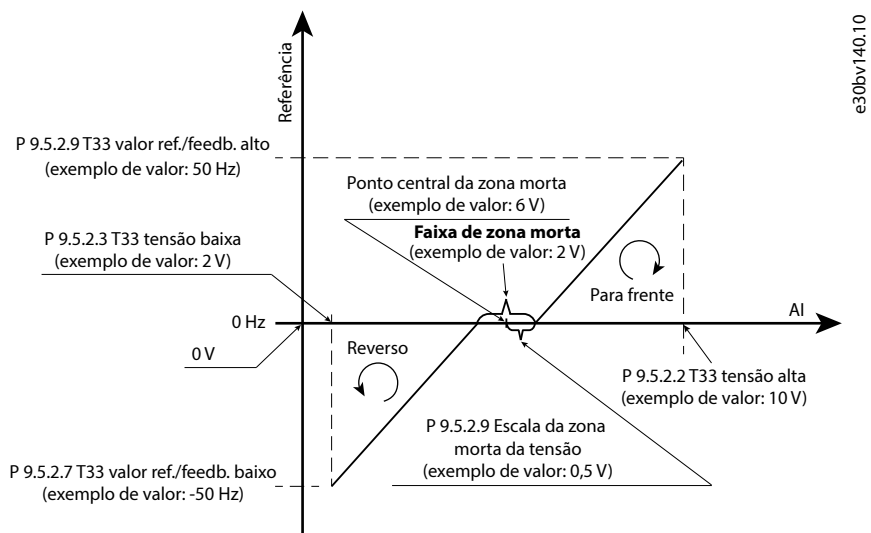

Figura 90: Exemplo da Função de Zona Morta
- Figura 90 é um exemplo de uso da entrada analógica T33 (modo de tensão, 2-10 V) para a função de zona morta para controlar o funcionamento do motor entre a velocidade de -50 Hz a 50 Hz.